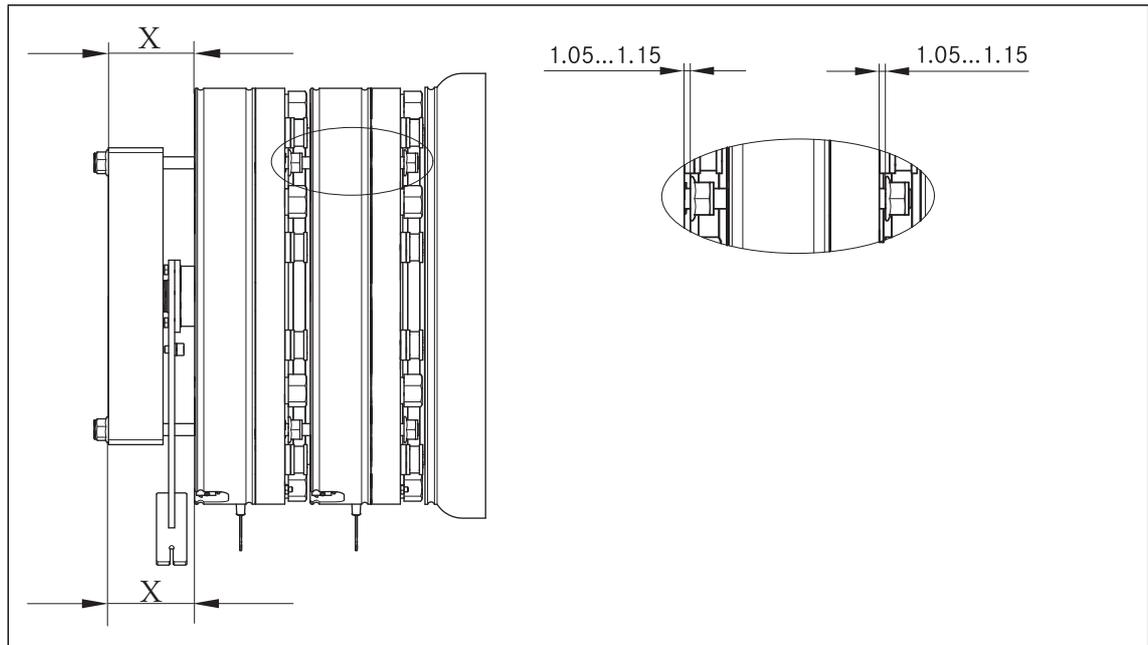

Abb. 19 Prüfmaße und Kontrollmaße
13. Selbstsichernde Muttern (Pos. 12.8) an den Laschen (12.11) gleichmäßig soweit fest ziehen, bis die Muttern der Zugstange an der Ankerscheibe des zweiten Magnetteils (1A) anliegen (spürbarer Widerstand), dabei auf eine parallele Ausrichtung der Laschen (12.11) zur Rückseite des Magnetteils (1A) achten (Kontrolle durch Messschieber). Bei Maßdifferenzen von  $X > 0.1 \text{ mm}$  (Abb. 19) ist die Einstellung durch Lösen der selbstsichernden Mutter (12.8) am kleinerem Maß und festziehen der selbstsichernden Mutter (12.8) am größeren Maß zu korrigieren, bis die Laschen (12.11) parallel zur Bremsenrückseite einjustiert sind, Abb. 19.
14. Motorlagerschildseitige selbstsichernde Muttern gleichmäßig soweit fest ziehen, bis die Muttern der Zugstange an der Ankerscheibe des ersten Magnetteils (1) anliegen (spürbarer Widerstand).